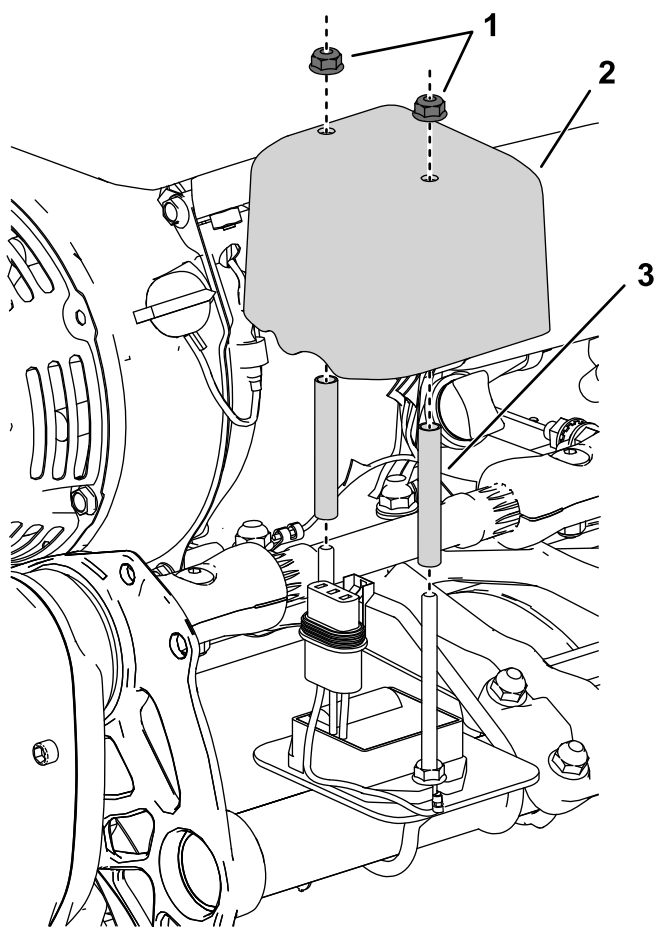

図 4
5. 図 4 のように、無線アワーメータとその接続部の上からスペーサとカバーを取り付ける。